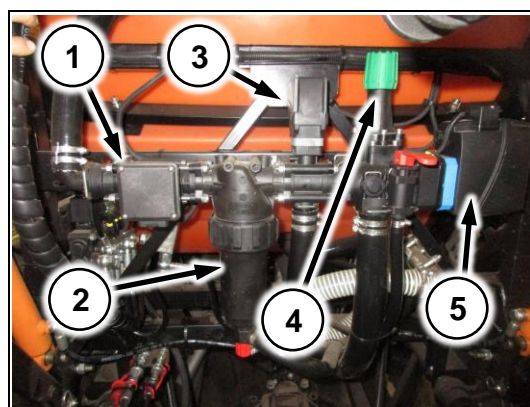
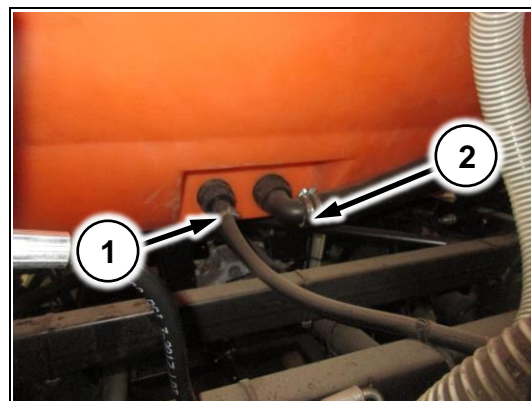

Рис. 83
Рис. 93
(Рис. 83/1) – расходомер;
(Рис. 83/2) – корпус фильтра тонкой очистки;
(Рис. 83/3) – регулирующий клапан;
(Рис. 83/4) – предохранительный клапан;
(Рис. 83/5) – главный клапан;
1. М – главный клапан (Рис. 83/5)
2. R – регулирующий клапан (Рис. 83/3)
3. F – расходомер (Рис. 83/1)
Гидравлическая мешалка предназначена для обеспечения равномерной концентрации рабочей жидкости в баке (Рис. 93/1). Гидравлическая мешалка включается краном на гидрораспределителе (Рис. 83/6) (Рис. 93/2) – сброс в бочку с коллектора сброса хим. системы